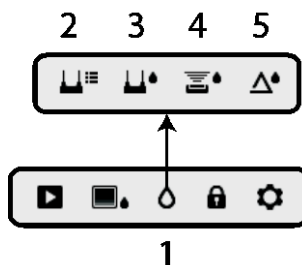

Fig. 5-3 Icônes du mode
Depuis le Menu principal, sélectionnez l'icône du mode HUMIDITÉ (1). Reportez-vous à la Fig. 5-3. Choisissez ensuite un des quatre modes Humidité (éléments 2, 3, 4 et 5) décrits ci-dessous.